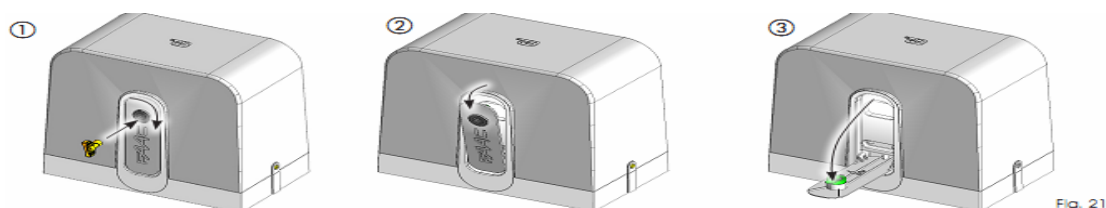

Fig. 21
1. Поверните выключатель по часовой стрелке, как показано на рис. 21 поз. 1. Рычаг выключателя должен немного отодвинуться от корпуса привода.
2. Полностью опустите рычаг выключателя до упора рис. 21. Ппоз. 3.